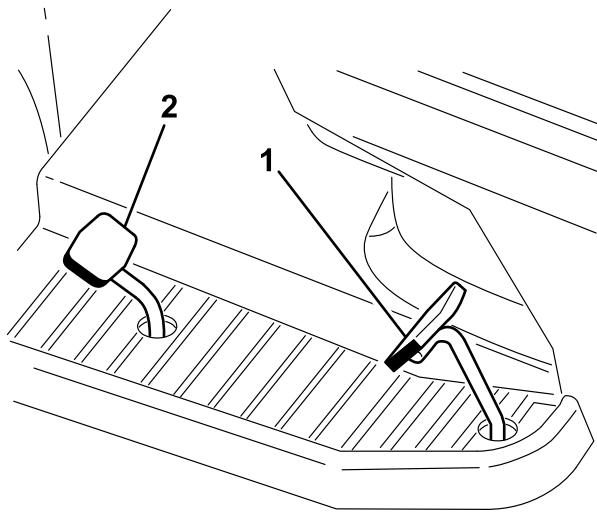

Bild 17
2. Gehen Sie mit dem Fuß auf das Fahrpedal und drücken Sie das Pedal langsam nach vorne (Bild 17).
2. Stellen Sie den Fuß auf das Gaspedal zum Rückwärtssfahren und treten Sie das Pedal langsam durch um rückwärts zu fahren (Bild 17).